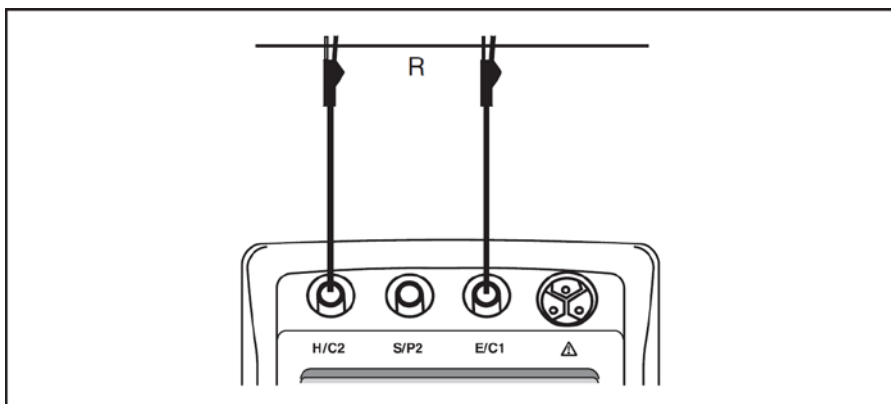

Рисунок 5. Измерение сопротивления переменному току
2. Подключите один измерительный провод к разъему H/C2, а другой – к разъему E/C1. См. рисунок 5.
3. Подключите измерительные провода к каждому концу проверяемого провода. См. рисунок 5.